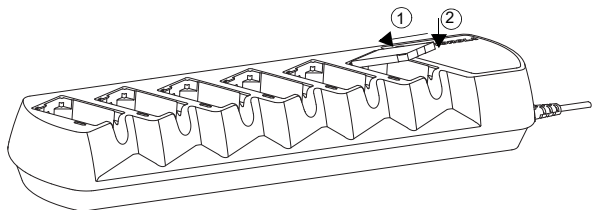
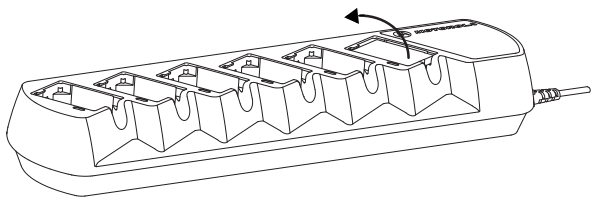

Figura 4: Deslizamento da bateria na base do carregador
Figura 5: Retirada da bateria da base do carregador
4. Para carregar uma bateria, insira-a na base do carregador: (Consulte Figura 4 e Figura 5)